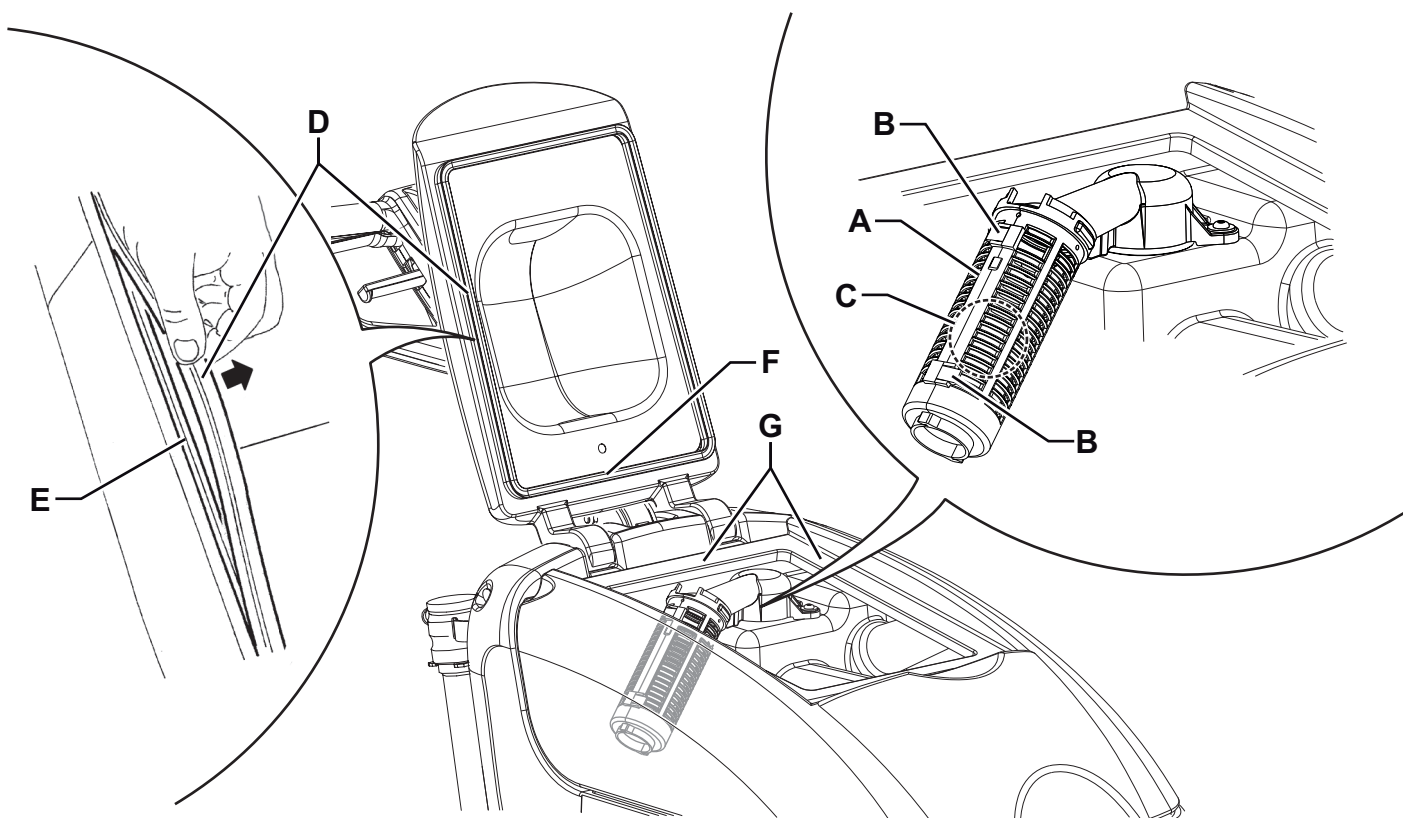

Рис. 6
2. Убедитесь, что сетевой шнур (21) отсоединен от сети электропитания.
3. Откройте крышку (31), затем очистите и промойте чистой водой ее, бачки (27 и 28) и вакуумную решетку (36). Спустите воду из бачков с помощью сливного шланга (16) и шланга (18).
4. Если необходимо, освободите фиксаторы (B, Рис. 6) и откройте решетку (A); восстановите поплавков (C), очистите все компоненты и затем установите их заново.
5. Проверьте, цела ли прокладка крышки бачка с восстанавливающей водой (D).